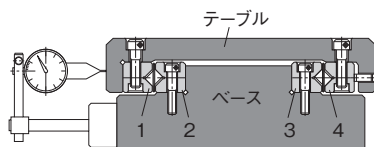

図1 クロスローラーガイドの取付け
(3) ベースとテーブルを図1のように設置し、ローラーケージを端部から挿入します。このとき、すきまがなくケージが入らない場合は、レール4を調整ボルト側へずらしてから再度調整ください。
(4) 図1のようにダイヤルゲージをセットし、テーブルを左右に軽く押しながら、あそびを感じられなくなるまで、全調整ボルトを一様に軽くねじ込みます。
(5) レール端部にストッパを取付けます。
(6) テーブルを摺動させて所定のストロークが得られるようケージの位置を修正します。